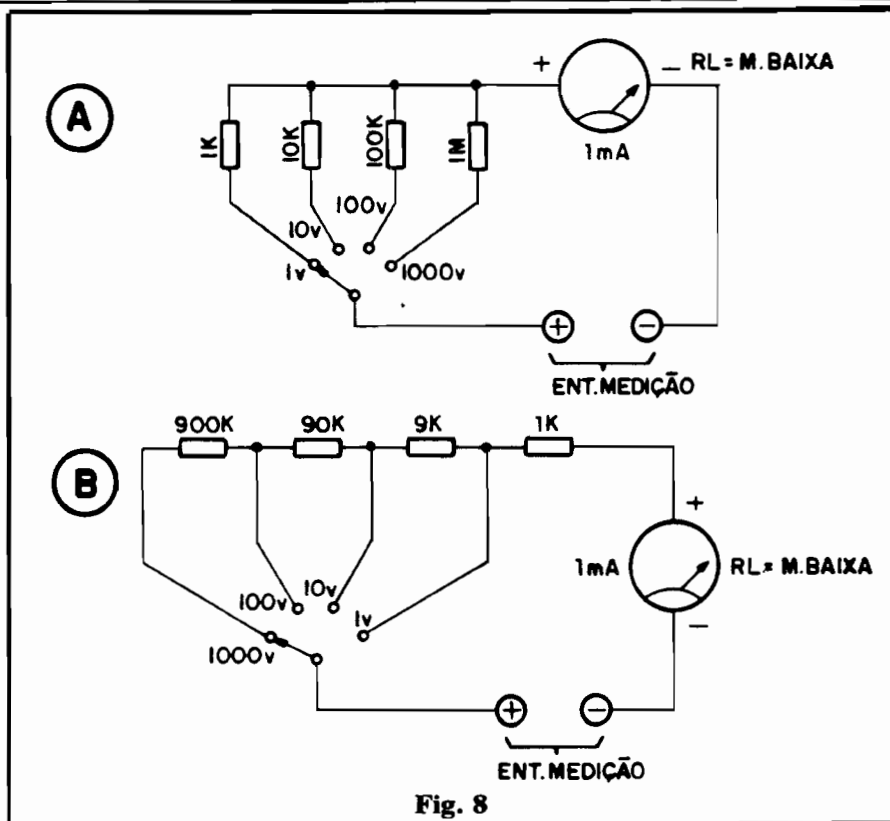

Fig. 8
- **FIG. 8** - Já que verificamos - e provamos - a facilidade de se obter um voltímetro (com qualquer "fundo de escala") a partir de um simples galvanômetro (os cálculos e implementações são simples...) porque não "inventamos" um multi-voltímetro que, a partir de um único miliamperímetro (é, de longe, o componente mais caro do arranjo...) nos possibilite várias faixas ou escalas da medição...? É "baba"...! Basta anexarmos opcionalmente, em série com o dito galvanômetro, resistores de diversos valores (cada um deles calculado pela fórmula já vista, para um determinado valor de Tensão em "fundo de escala") e aplicar-
mos um método simples e seguro de chaveamento ou escolha! Olhem, na fig. 8-A, como é fácil implementar um voltímetro multi-faixas (1V-10V-100V-1KV) com o **mesmo** miliamperímetro (0-1 mA) usado no exemplo anterior! Notem que, no caso, desprezamos o valor da Resistência Interna ( $RL$ ) do galvanômetro, sabidamente baixo... Confirmam os cálculos (se não confiam na gente...) e vejam que o arranjo, com o único auxílio extra de uma chave de 1 polo x 4 posições (chave de ondas, rotativa...) é perfeitamente funcional. Em 8-D temos um outro arranjo, de idênticas funções e faixas, porém elaborado a partir de resistores com outros valores. Confirmam, para cada posição da chave de escolha, se o valor ôhmico total, interposto **em série** com o galvanômetro, não fica "matematicamente" correto...